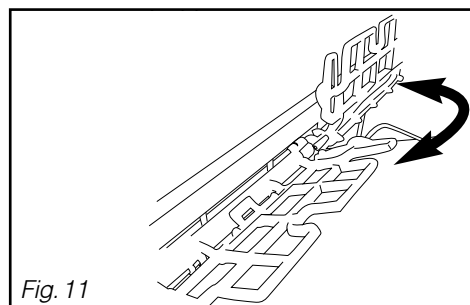

Fig. 11
- Position haute, clayette verticale *Fig. 11* : plus d'espace pour le chargement des assiettes.